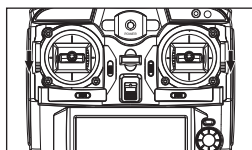

图2
2. 当遥控器两侧的油门模式切换键同时推倒“L”处时, 为左手油门模式。(如图2)